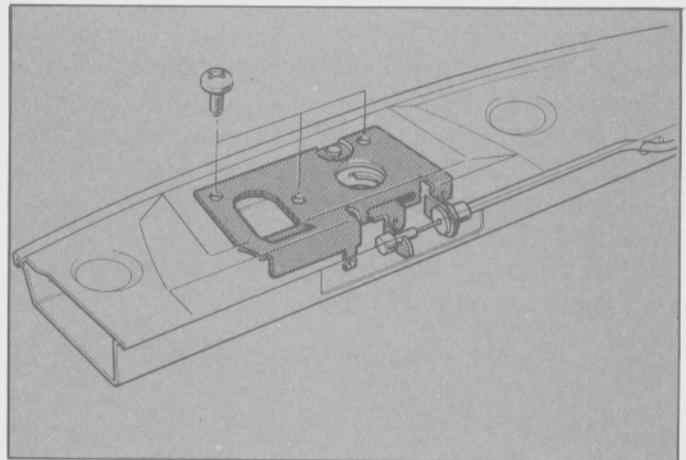

Fig. 334 - Conjunto del pestillo del capó.
- Desde el interior del compartimiento del motor, separar el pasacables del soporte del pestillo y desenganchar el casquillo del cable de la palanca del pestillo (Fig. 334).
- Desde el interior del vano motor, colocar el terminal del cable en la palanca del pestillo del capó y el terminal de la funda en el soporte de la palanca (Fig. 334).